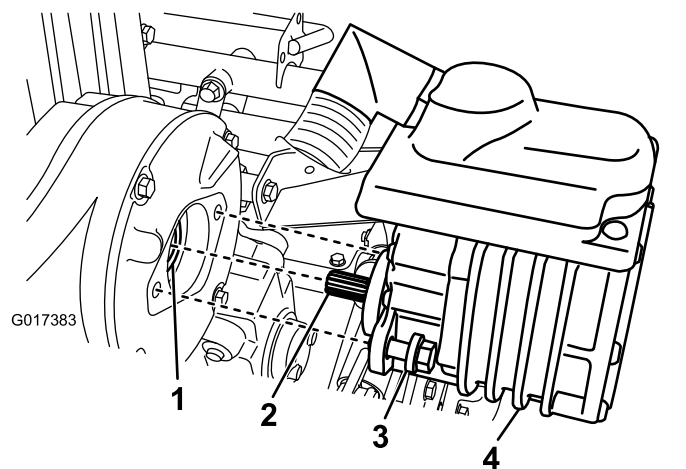

Figura 38
2. Rimuovere i 2 bulloni di fissaggio del motore alla scatola di trasmissione (Figura 38).
4. Aggiungete da uno a due spruzzi di grasso con l'apposita pistola all'accoppiatore femmina nella scatola di trasmissione (Figura 38).